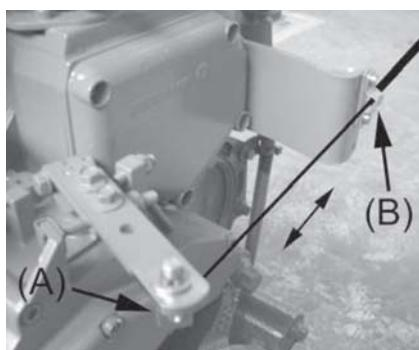

Рис. 5.1.
Подсоедините трос к шарниру на рычаге газа (A) и закрепите его зажимом (B). Отрегулируйте длину троса таким образом, чтобы дроссельная заслонка не открывалась до тех пор, пока шестерня реверс-редуктора не войдет в зацепление (рис. 5.1).